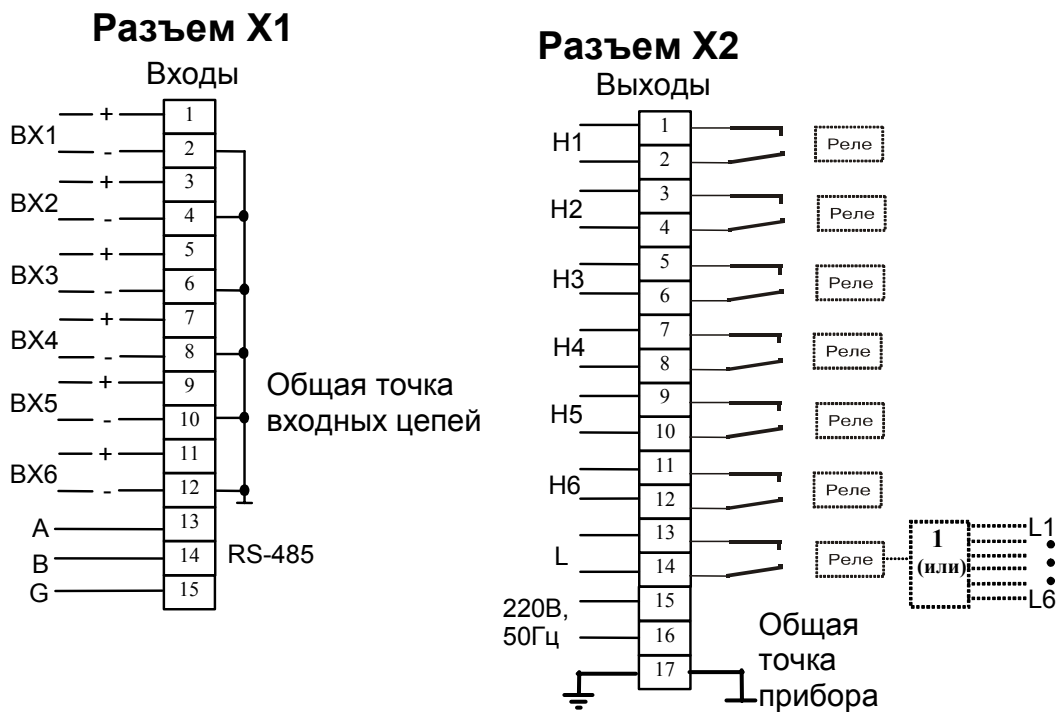

Рисунок 4.2.9.
4.2.9 Схемы подключения к клеммным соединителям показаны на рис. 4.2.9.